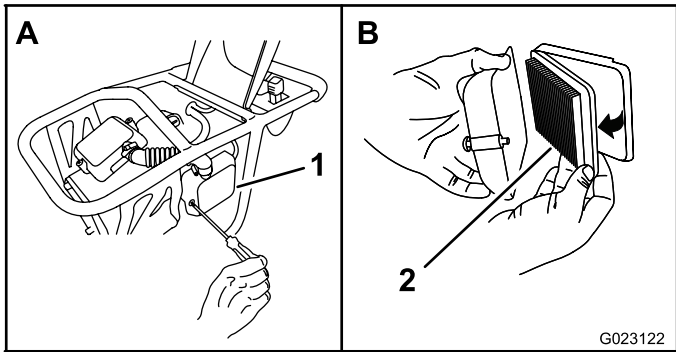

Figura 15
1. Retire los tornillos que sujetan la tapa a la carcasa del filtro de aire (Figura 15)
2. Retire el filtro de aire de la carcasa, según se muestra en Figura 15.